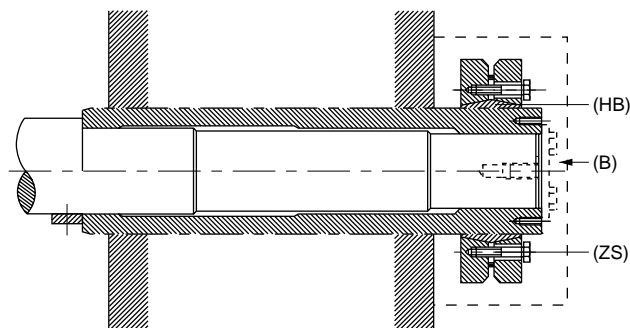

図6 組立完成状態
シュリンクディスクとは、ロッキングボルト (ZS) を締め込み、機械的にハブ (HB) を収縮させ、軸との間に発生する面圧による摩擦力で軸とハブを連結するメカニカルシュリンクフィット機構です。(図6参照)
(注1) 立形減速機の場合、ロッキングボルト (ZS) を緩めたとき、減速機が移動しないようにスラストワッシャ (B) を取り付けてください。(図6)